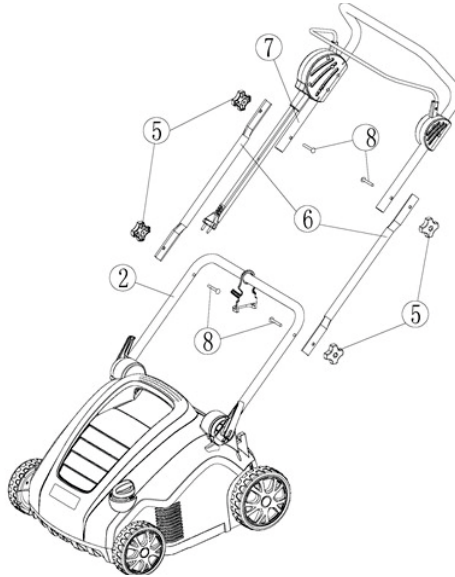

Рис. 3
3. Вставьте два болта (рис. 3 поз. 8) в отверстия в верхней рукоятки (рис. 3 поз. 7) и закрепите на соединителях рукояток (рис. 3 поз. 6) двумя барашковыми гайками (рис. 3 поз. 5).
4. Вставьте два болта (рис. 3 поз. 8) в отверстия в нижней рукоятке (рис. 3 поз. 7) и закрепите на соединителях рукояток (рис. 3 поз. 6) двумя барашковыми гайками (рис. 3 поз. 5).